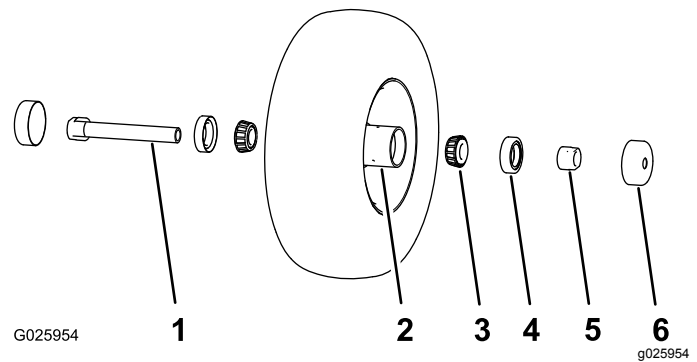

Figure 28
1. Déposez les 2 protége-joints du moyeu de roue (Figure 28).
2. Déposez 1 des écrous d'écartement de l'arbre de la roue pivotante (Figure 28).
Remarque: Notez que du frein-filet a été appliqué pour bloquer les écrous d'écartement sur l'arbre de roue (Figure 28).
3. Déposez l'arbre de la roue (en laissant l'autre écrou d'écartement en place) (Figure 28).
4. Faites levier pour extraire les deux joints de roulement (Figure 28).
5. Déposez les deux roulements et vérifiez s'ils sont usés ou endommagés (Figure 28).
1. Posez 1 roulement dans le moyeu de chaque roue (Figure 28).
2. Posez le joint de roulement dans le moyeu sur le roulement (Figure 28).
- C. Vissez l'écrou de l'arbre, les méplats tournés vers l'extérieur, au bout de l'arbre qui est enduit de frein-filet (Figure 28).
4. Insérez l'ensemble écrou et arbre de roue dans la roue, du côté roulement et joint neuf (Figure 28).
6. Insérez l'autre roulement, assorti d'un joint neuf, dans la roue (Figure 28).
9. Reposez les protège-joints sur le moyeu de roue (Figure 28).